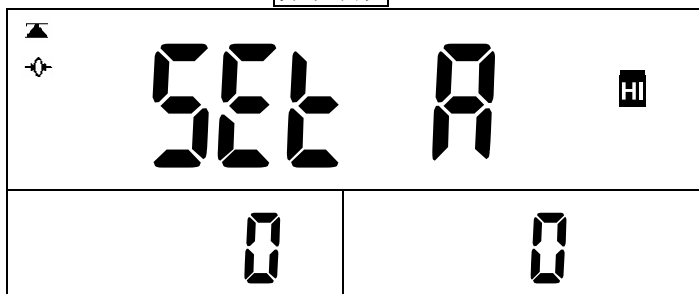

图 17
- ④按**个数设定**键完成数量报警设置，电子天平返回到计数模式。
- ①秤盘上有或无待称物，按**警示预设**键。（图 17）